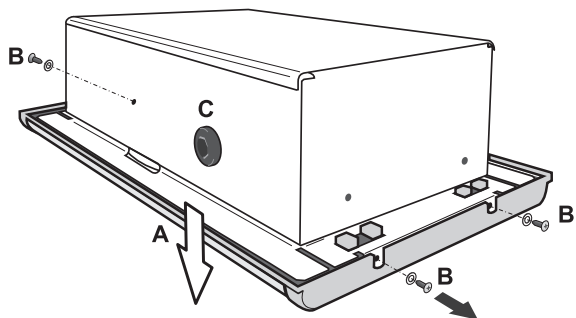

Fig. 1
- Sganciare la griglia frontale (A) rimuovendo le tre viti autofilettanti e relative rondelle (B) che la fissano alla scatola da incasso (fig. 1);
- Aiutandosi con un cacciavite, praticare un foro passante nei passacavo (C) presenti sui lati della scatola.
- Unhook the front grille (A) by removing the three self-tapping screws and the washers (B) securing it to the box for wall mounting (Fig. 1);
- With the help of a screwdriver, make a through hole in each cable gland (C) on the sides of the box.
- Décrocher la grille frontale (A) en enlevant les trois vis autotaraudeuses et les rondelles (B) qui la fixent au boîtier à encastrer (Fig. 1);
- À l'aide d'un tournevis, percer un trou passant dans les passe-fils (C) présents sur les côtés du boîtier.
- Haken Sie das vorderseitige Gitter (A) aus, indem Sie die drei gewindeformenden Schrauben und die dazugehörigen Unterlegscheiben (B) entfernen, die es am Einbaukasten befestigen (Abb. 1);
- Bohren Sie mithilfe eines Schraubenziehers ein durchgängiges Loch in die Kabeldurchgänge (C) an den Seiten des Einbaukastens.
- Maak het frontrooster (A) los, door de drie zelftappende schroeven met bijbehorende sluitringen (B) weg te nemen die het rooster op zijn plaats houden op de inbouwdoos (fig. 1);
- Maak met een schroevendraaier een doorvoergat in de kabeldoorvoeren (C) aan weerszijden van de behuizing.
- Desenganchar la rejilla frontal (A) quitando los tres tornillos de rosca golosa y sus correspondientes arandelas (B) que la fijan a la caja para empotrar (fig. 1);
- Con un destornillador, hacer un agujero pasante en los pasacable (C) presentes en los lados de la caja.